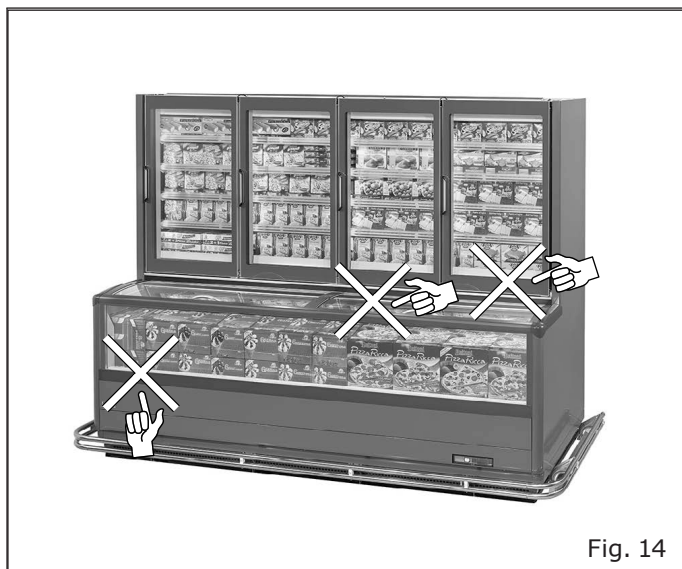

Fig. 14
- A mercadoria não obstrua o correto fluxo do ar refrigerado ("Fig. 14").